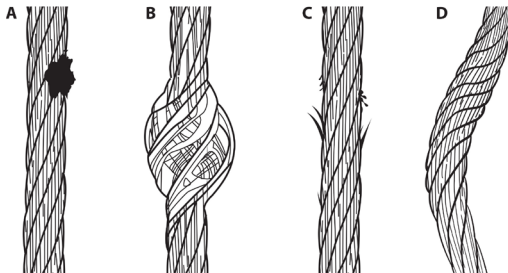

Figura 9: Inspección del cable
Inspeccione toda la longitud de la cuerda componente. Revise atentamente la cuerda de salvamento del cable en busca de alambres con hebras rotas, quemaduras por salpicaduras de soldadura, escoria de soldadura, jaulas de pájaros, torceduras y hebras dobladas. Examine también en busca de óxido, suciedad, pintura, grasa o aceite. Compruebe si hay daños causados por la corrupción química o el calor excesivo, como se evidencia con la decoloración. Consulte la Figura 9 para ver ejemplos. Si existe alguna de estas condiciones, retire el SRD del servicio.
Extraiga todo el cable y revise toda la longitud de trabajo en busca de daños causados por corrosión química o calor excesivo, como se evidencia de decoloración (A), jaulas de pájaros (B), hebras de alambre rotas (C), torceduras y hebras dobladas (D), consulte la Figura 9. El cable debe retraerse completamente sin fluctuaciones y debe permanecer tirante bajo tensión sin combarse.
Lista de verificación de inspección: Utilice la Tabla 1: Pautas para la inspección de cables SRD para inspeccionar el SRD. Consulte la Figura 9 para ver ejemplos de daños en los cables.